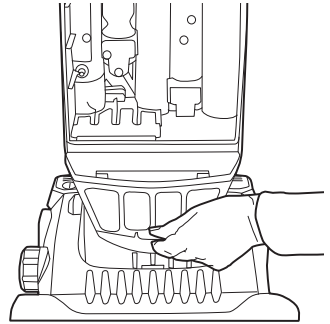

Fig. 2
1. Desenchufe la aspiradora. Quite la tapa del filtro debajo de la tapa del compartimiento de polvo (Fig. 2).